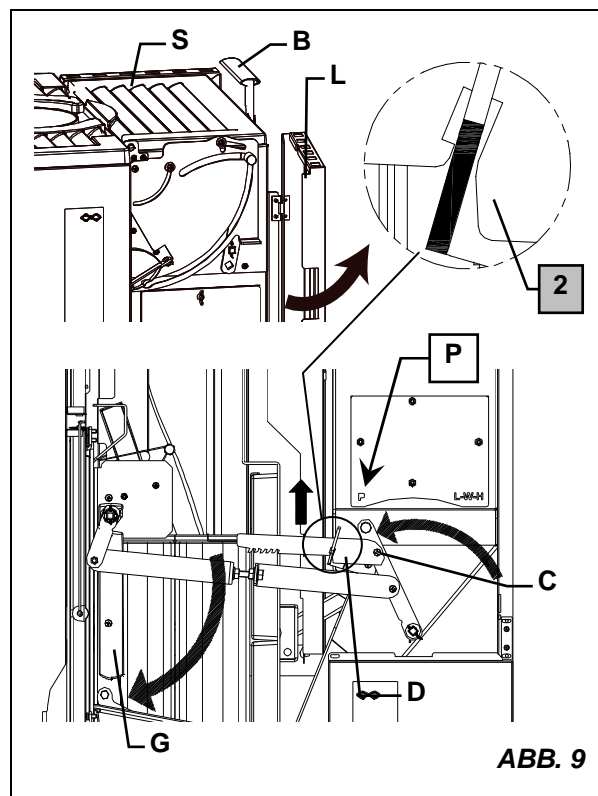

ABB. 9
- 1) Die seitliche Klappe für den Zugang zu den mechanischen Elementen öffnen (**L** ABB. 9); wenn der Hebel (**C**) schon in der richtigen Position **P** (PELLET) ist, weiter zu Punkt 3);